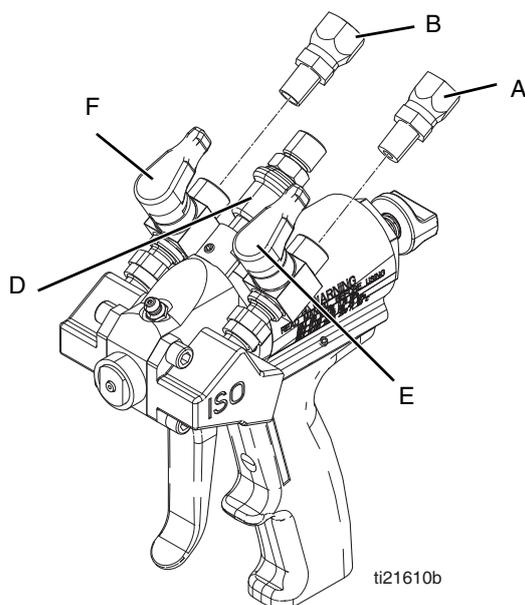

FIG. 4 Desmontaje de accesorio giratorio
2. Retire las conexiones de los accesorios giratorios (A, B) de las válvulas de cierre de material (E, F) en la P2. Consulte la FIG. 4. Las conexiones de las válvulas son NPT hembra de 1/8 pulg.
3. Retire la manguera de aire del interruptor de aire de suministro (D). El accesorio de conexión del interruptor de aire de suministro es NPSM de 1/4 pulg.